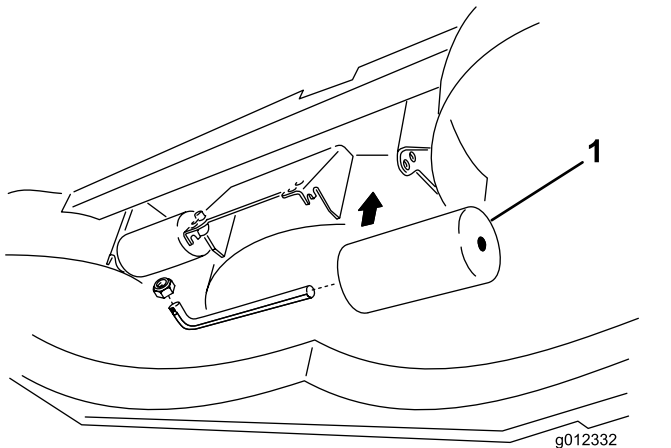

Bild 11
2. Stellen Sie die Heckrollen (intern) ein, wie in Bild 11 abgebildet.